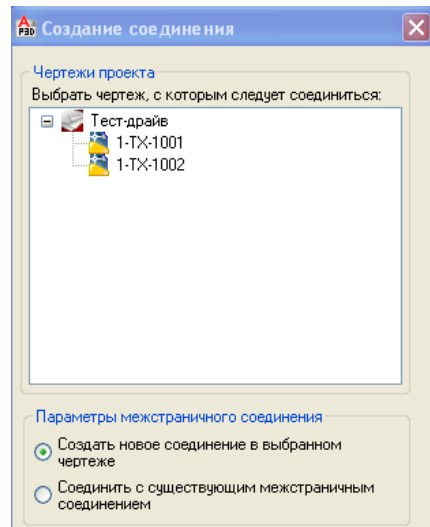

Рис. 25
- В открывшемся диалоговом окне выберите чертеж **1-TX-1001** → **Создать новое соединение в выбранном чертеже** (Рис. 25).